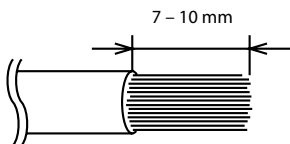

Abb. 6/Fig. 6/Bild 6
2. Entfernen Sie 7 – 10 mm der Isolation von den Enden der Kabel. (Abb. 6)
2. Rimuovete l'isolamento dalle estremità del filo di circa 7 – 10 mm. (Fig. 6)
2. Skala av isoleringen cirka 7 – 10 mm från kabeländarna. (Bild 6)